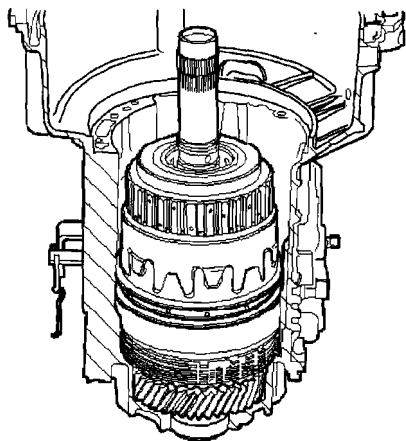

图 5-32 装入倒挡离合器 K_2
(12) 装入倒挡离合器 K_2 ,如图 5-32 所示。装入制动器 B_2 的隔离管,使隔离管上的槽进入单向离合器的定位楔内。